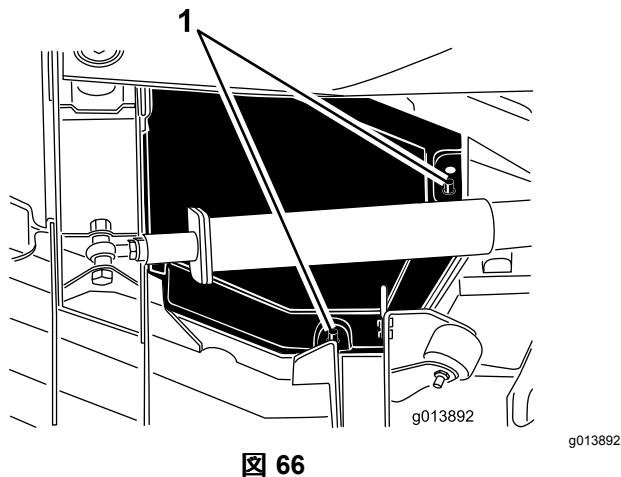

図 66
4. 取り付け用のポストから、後側のエッジと内側のエッジ部を外す 図 66。